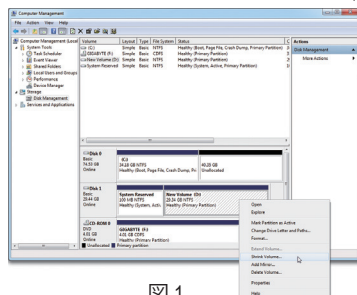

図 1
- ステップ 2 格納パーティションを作成する SSD を選択します (SSD が割り当てられていない場合はまず新しいパーティションを作成します)。続いて選択したパーティション上で右クリックして **Shrink Volume** を選択します。(図 1)